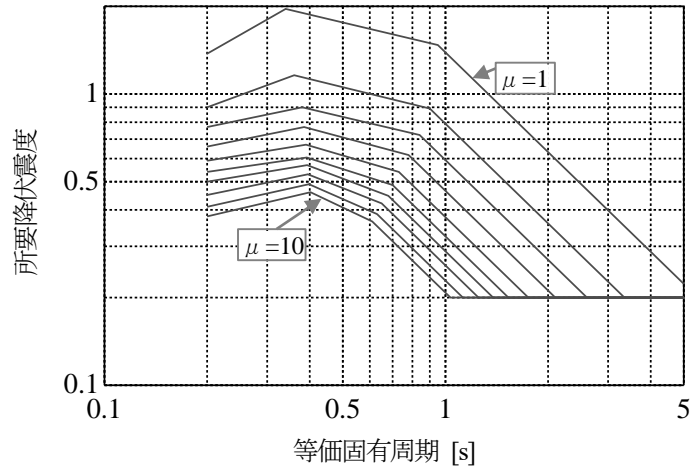

図2 所要降伏震度スペクトル
- (3) 図2は、所要降伏震度スペクトルである。高架橋の降伏震度 k_{heq} と等価固有周期 T_{eq} から得られる応答塑性率 μ は (4) であり、高架橋の応答変位 δ_d は (5) [m] である。